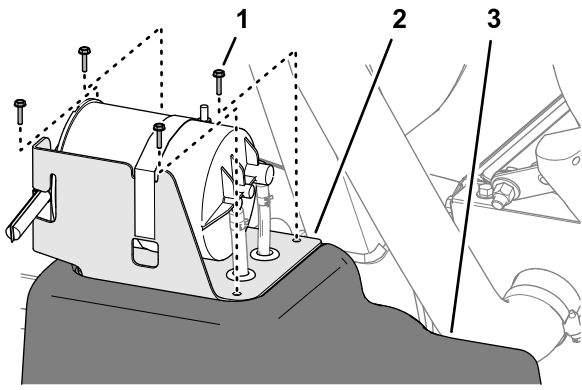

Bild 115
2. Entfernen Sie am Kraftstofftank die vier Schrauben (Nr. 10 x 3/4"), mit denen die Halterung des Aktivkohlefilters oben am Kraftstofftank befestigt ist (Bild 115).